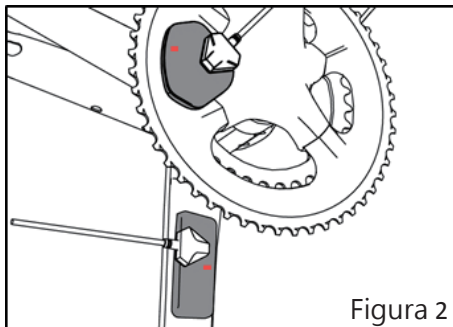

Figura 2
Paso 2: Conecte el cable de carga a su Giant Power Pro. El indicador se iluminará en rojo constantemente mientras la carga esté en curso, tal y como se muestra en la figura 2.